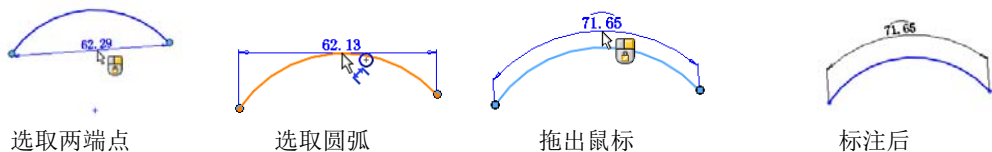

图 2-87 圆弧弧长的标注过程图示
- 标注圆弧的弧长：标注圆弧弧长的方式是，依次选取圆弧的两个端点与圆弧，在“修改”对话框中输入要标注的弧长值，然后单击放置标注的位置即可。如图 2-87 所示